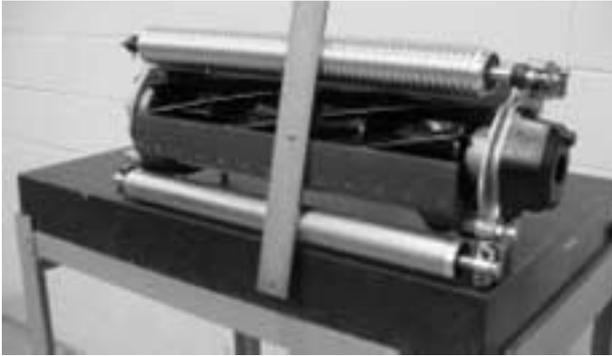

図 15
3. ゲージバーのネジの頭をベッドナイフに引っ掛け、バーを後ろローラに渡しかける (図15)